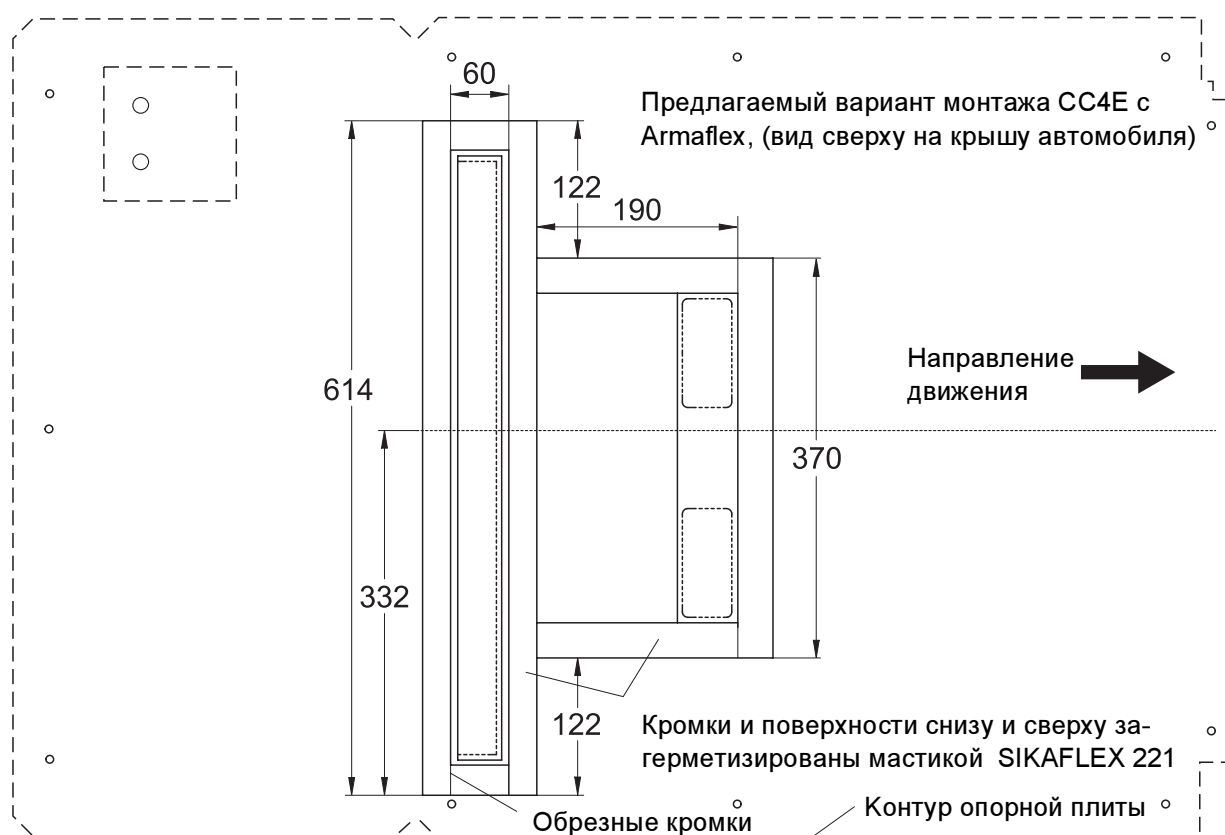

Рис. 4.3
- c) Уплотнительный профиль следует приклеить к крыше с помощью имеющейся в наборе монтажных элементов мастики «Sikaflex 221», как указано на рис. 4.3.